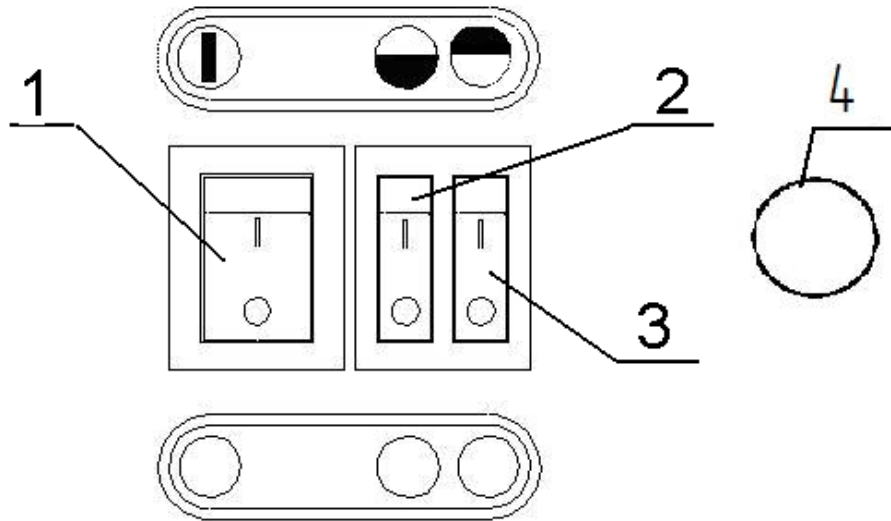
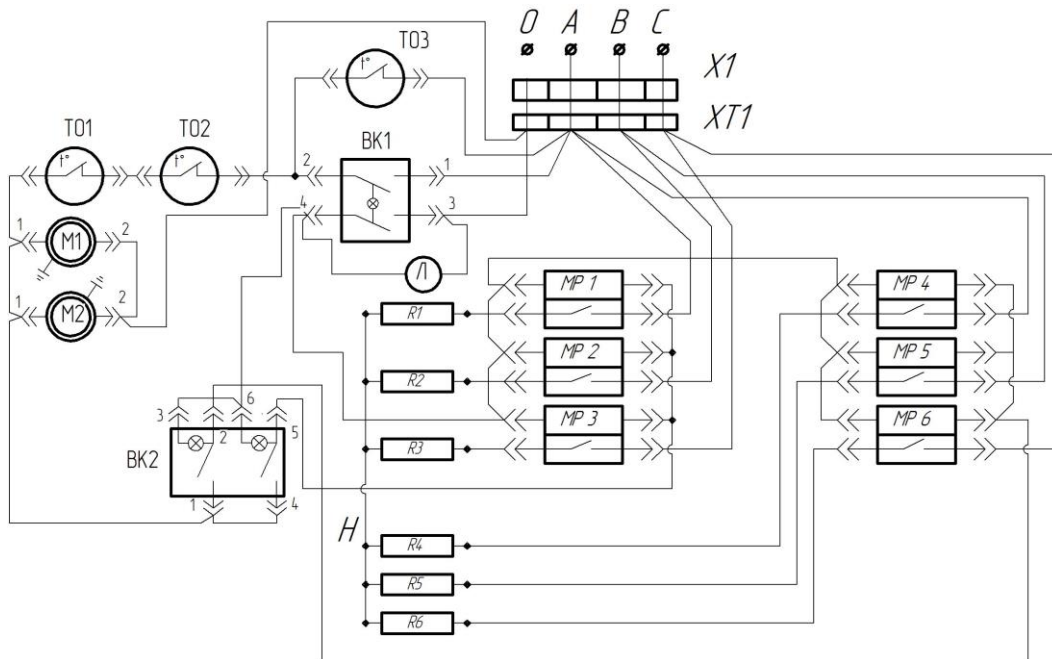

Рис. 1 Кнопки управления.
Рис.2 Схема электрическая принципиальная ТЗ-6, ТЗ-9.
Схема электрическая принципиальная приведена на рис.2. Положение клавиш управления на рис.1.
- 7.1.1. Для включения режима воздушной завесы необходимо: включить клавишу сетевого выключателя (поз.1, рис.1) в положении ①, при этом включаются вентиляторы и загорается подсветка клавиши, создается режим «воздушный занавес».
7.2.1. Для подогрева воздуха в режиме 1 установить клавишу позиции 2 (рис 1) в положение «●», при этом загорится лампочка подсветки клавиши и включатся три нагревателя мощностью 3 кВт (ТЗ-6) и 4,5 кВт (ТЗ-9). Для работы в режиме 2 установить клавиши 2 и 3 (рис.1) в положение «○» и «●» при этом горит подсветка всех клавиш и завеса работает с полной мощностью 6 кВт (ТЗ-6) и 9 кВт (ТЗ-9).